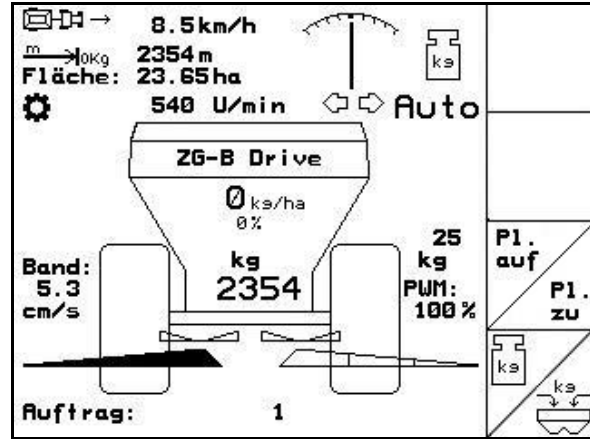

Fig. 50
- Çalışma menüsünde (Fig. 50).